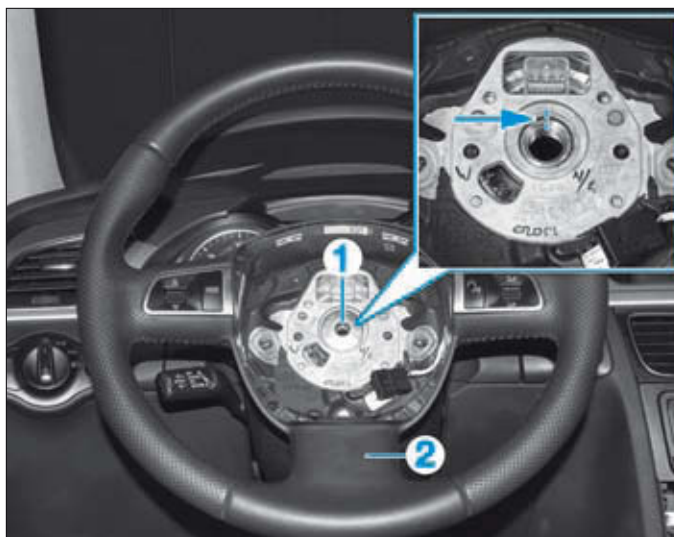

FIG. 1
- Déposer la vis (1) du volant (2) (Fig.1).